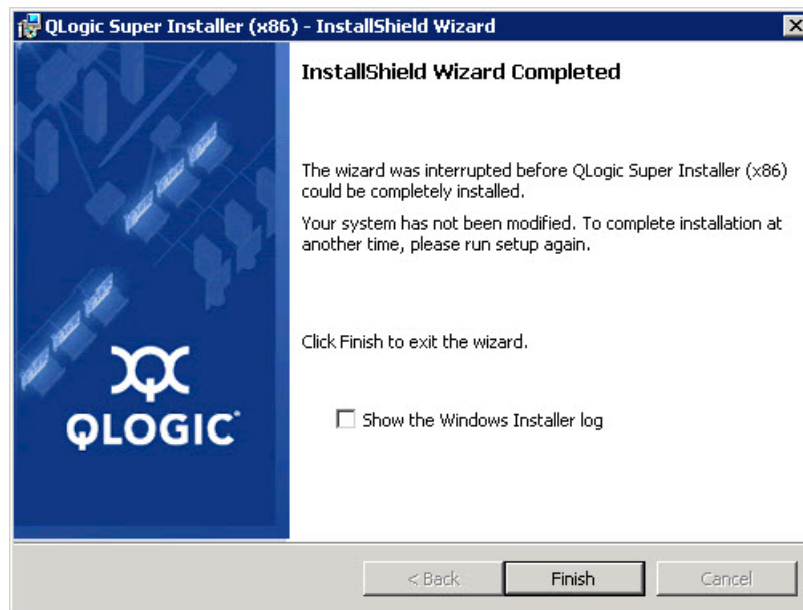

Figura 2-7. Janela InstallShield Wizard: Completed (Assistente do InstallShield: Concluído)
8. Quando a instalação estiver concluída, aparecerá a janela InstallShield Wizard Completed (Assistente do InstallShield Concluído) (Figura 2-7). Clique em **Finish** (Concluir) para sair do instalador.